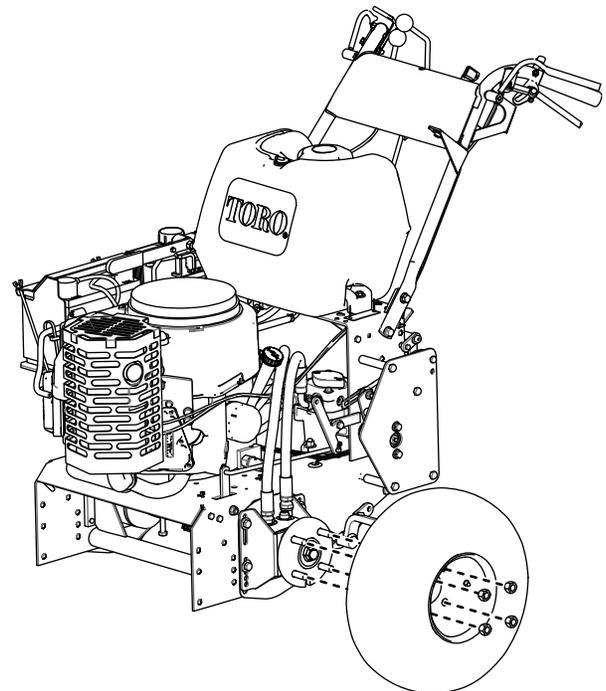

Figura 1
4. Retire las 4 tuercas que sujetan ambas ruedas a la unidad de tracción (Figura 1).
5. Retire las ruedas (Figura 1).